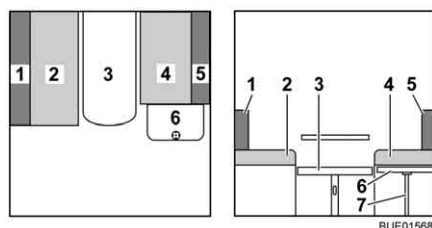

Fig. 96 Durante la trasformazione
- Inserire il puntello (Fig. 96,7) nell'alloggiamento della prolunga del cassone letto.
- Rimuovere il cuscino dello schienale (Fig. 96,5) e riporlo.
- Appoggiare il cuscino aggiuntivo (Fig. 97,8) sulla prolunga del cassone letto (Fig. 96,6).